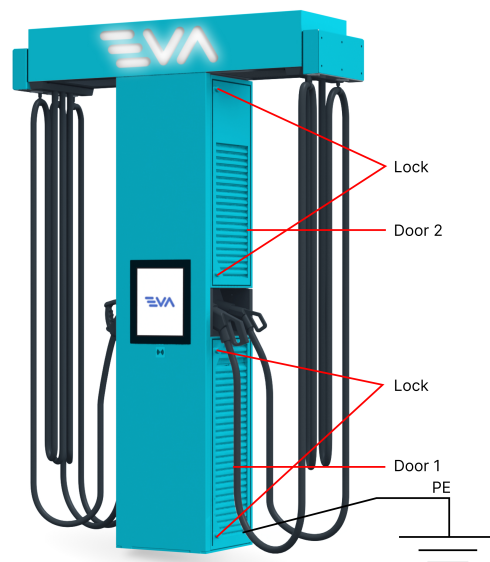

Рисунок 9 – Розташування дверей та замків
4. Відкрийте Двері 1 (використовуючи замки) (рис. 9).